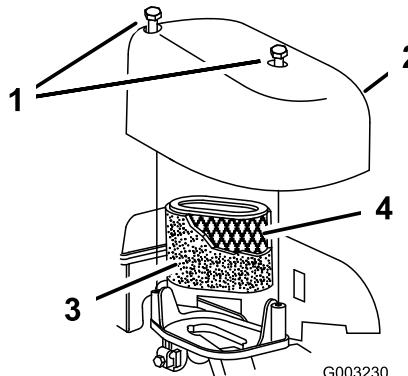

Figura 34
2. Togliete le viti di fissaggio del coperchio del filtro dell'aria (Figura 34).